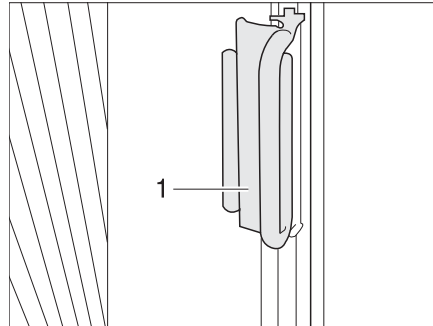

Fig. 79 Estor plegable de la ventana del conductor y la ventana del acompañante
- Sujetar cada vez el tirador (Fig. 79,1) de los estores plegables y tirarlos cuidadosamente hacia delante, hasta que el cierre magnético mantenga cerrado el estor plegable.
- Empujar el tirador (Fig. 79,2) a la pieza sobrepuesta. El estor plegable está asegurado.